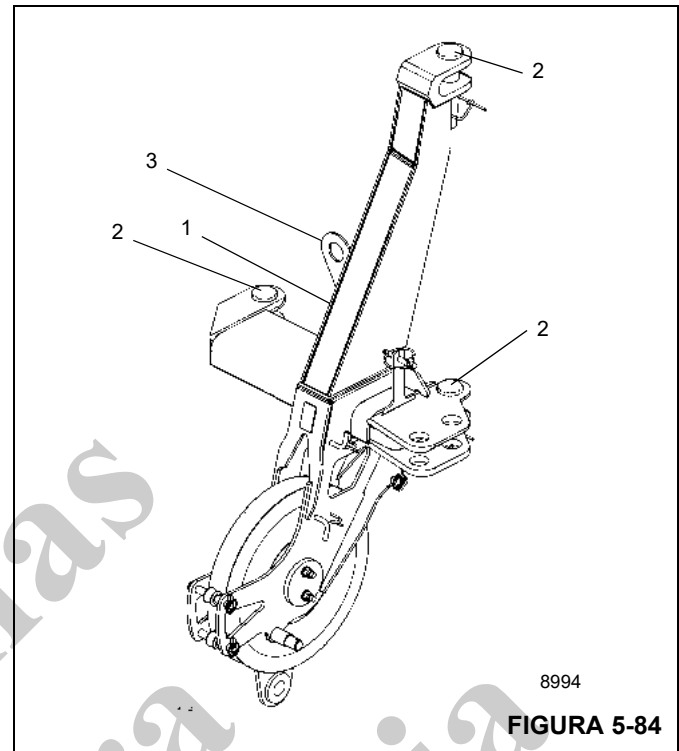

FIGURA 5-84
O número de série (1) está em uma chapa, na lateral direita da extremidade auxiliar da lança de uma polia Figura 5-84.
1. Remova os grampos de retenção dos pinos (2) e remova os pinos dos olhais de fixação (Figura 5-84).
2. Utilize um guindaste auxiliar acoplado aos olhais de elevação (3) na extremidade da lança auxiliar e eleve-a para a dianteira da cabeça da lança principal.